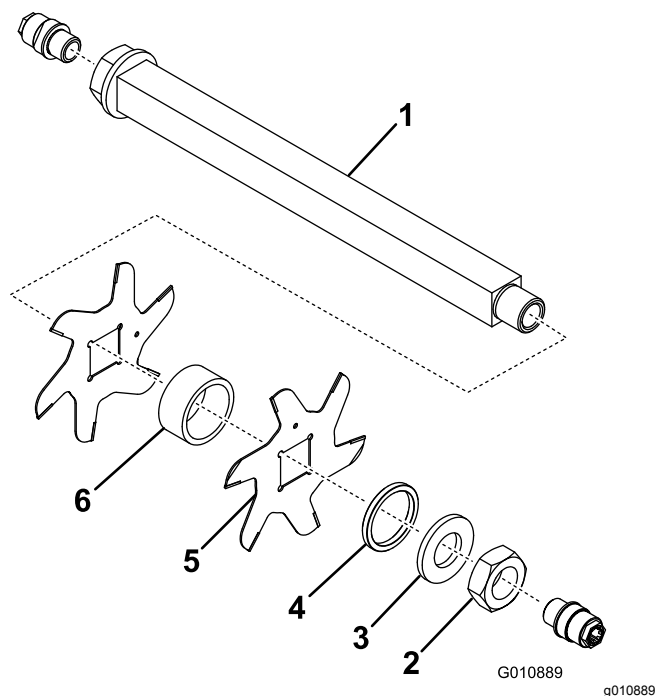

図 14
3. 小さいスペーサ、ワッシャ、ブレード、大きいスペーサを外す。シャフトをきれいに洗い、次の組み立てに備えてシャフト全体に薄くグリスを塗る 図 14。